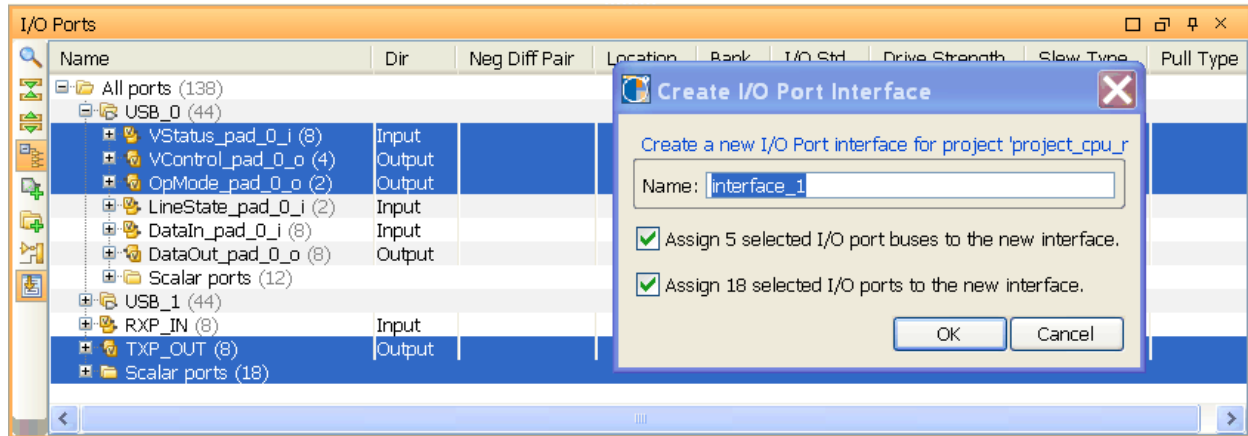

図 8-19 : [Create I/O Ports Interface] ダイアログ ボックス
2. ポップアップ メニューで [Create I/O Port Interface] をクリックします (250 ページの図 8-19)。